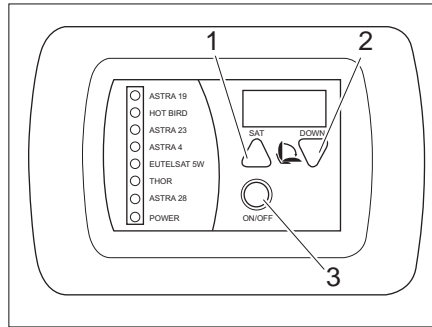

Fig. 39 Panneau de contrôle menu consommateur (variante 1)
- Enclencher l'antenne parabolique via le bouton ON/OFF (Fig. 39,3) (le panneau de contrôle est fixé à gauche à la porte de cellule).
- Appuyer plusieurs fois sur la touche SAT (Fig. 39,1) pour sélectionner un satellite et démarrer la recherche.
- Appuyer sur la touche Down (Fig. 39,2) pour rentrer l'antenne parabolique.
- Appuyer sur la touche ON/OFF (Fig. 39,3).